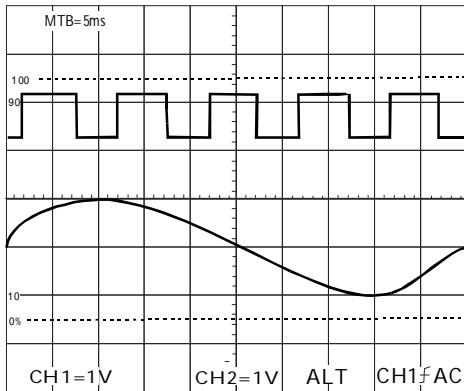
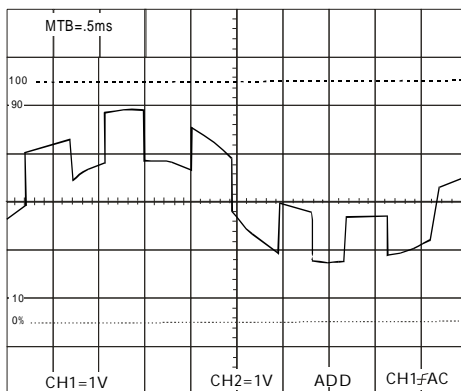

图5-5两个典型的波形
图5-6典型ADD波形
1. 打开CH1 和CH2。以下图 5-5 在两个模式显示同步波形。
1. 按ALT/CHOP-ADD 钮，设定到ADD 模式。以下图5-6 所示为图5-5 的波形的总合。